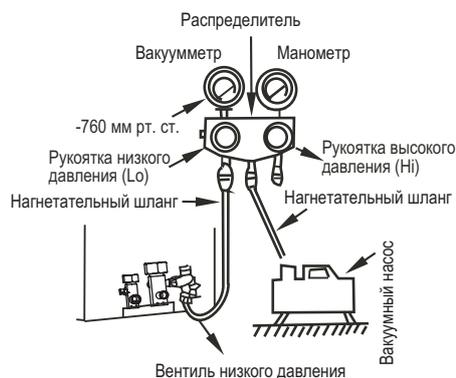

Рисунок 6-1
- ❖ Удаление воздуха при помощи вакуумного насоса (Рисунок 6-1): (Порядок использования распределителя см. в инструкции по его эксплуатации)